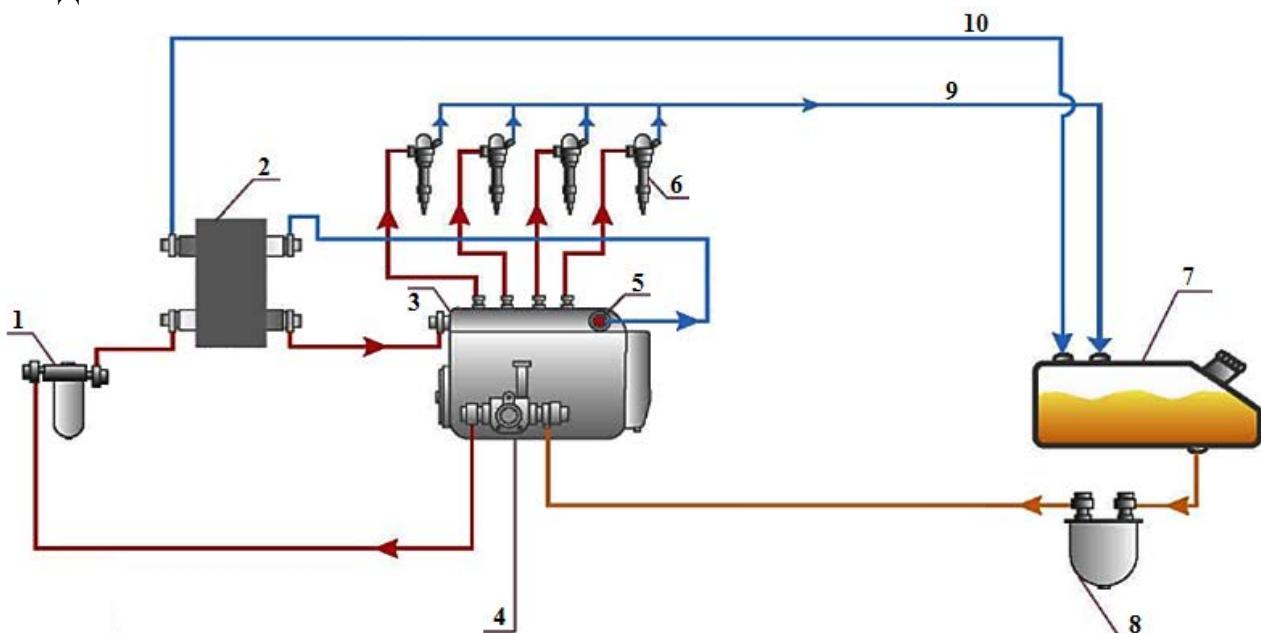

Рис.8. Установка подающей камеры на давление
- 1) Установка подающей камеры производится в топливную магистраль после ТНД **(на давление)** (см. рисунок 8).